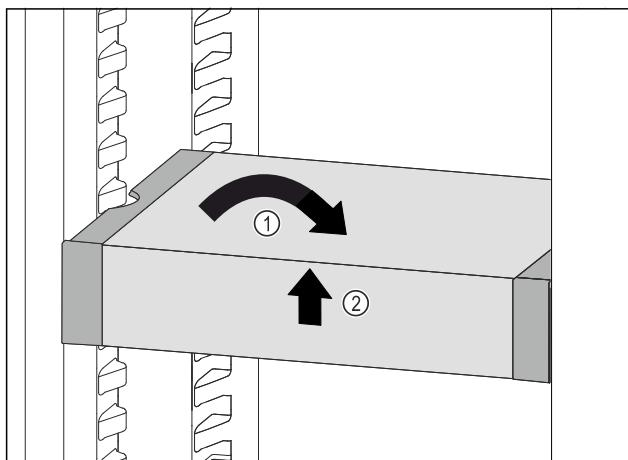

Fig. 110
- VarioSafe postavte rovno. Fig. 110 (1)
- VarioSafe nadvihnite vpred. Fig. 110 (2)